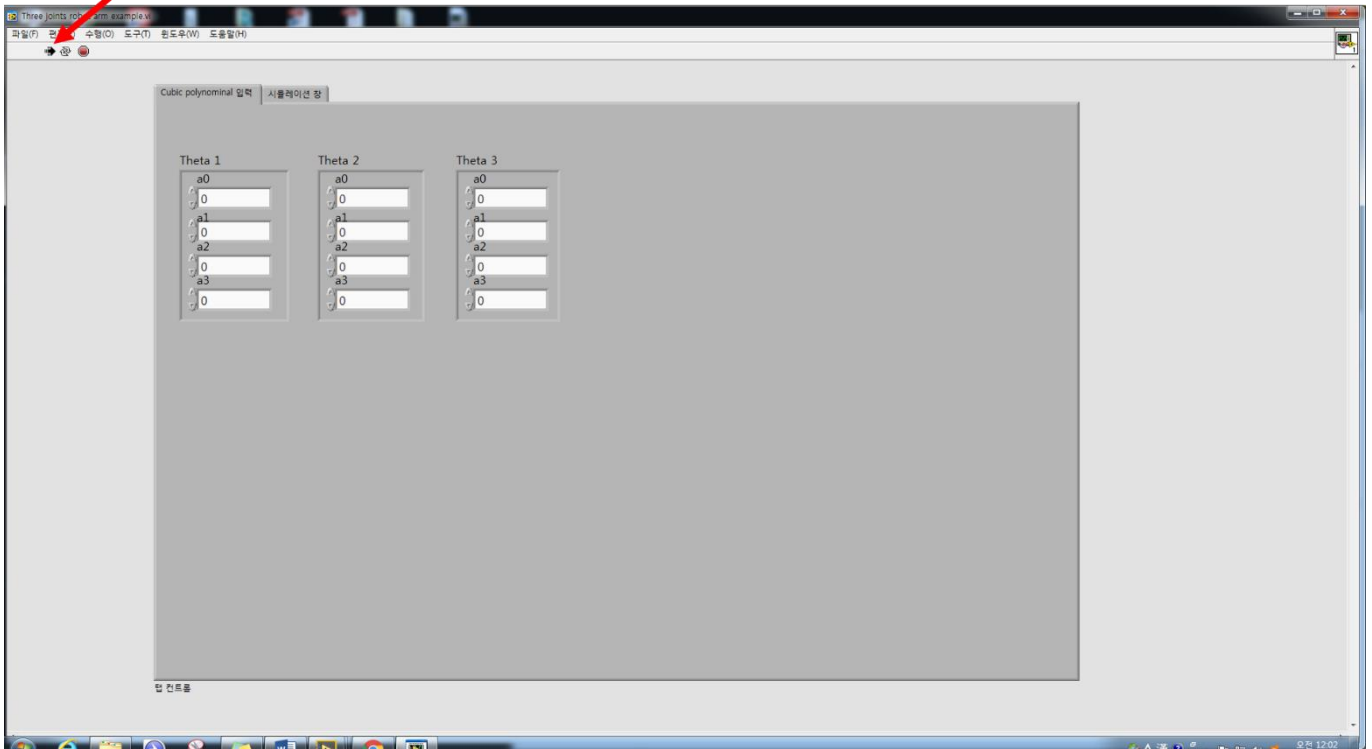

Figure 3
- 1- Figure 3에 표시된 '실행 버튼'(⇒)을 누른 후 "Cubic polynominal 입력" 탭을 클릭하고 Theta1, Theta2, Theta3에 식(7)을 통해 구한 a_0, a_1, a_2, a_3 을 입력한다.